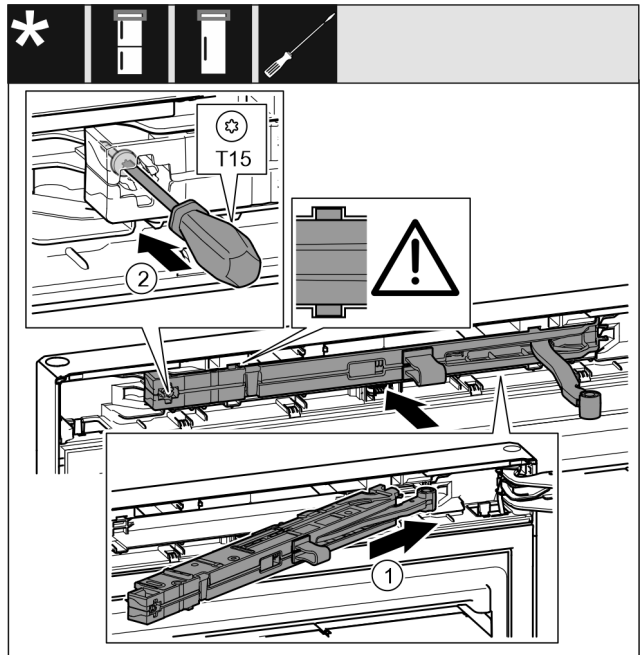

Fig. 30
- ▶ Вставьте узел амортизатора закрывания двери Fig. 30 (1) в выемку со стороны опорного кронштейна под наклоном до упора.
- ▶ Затяните винт Fig. 30 (2) отверткой.